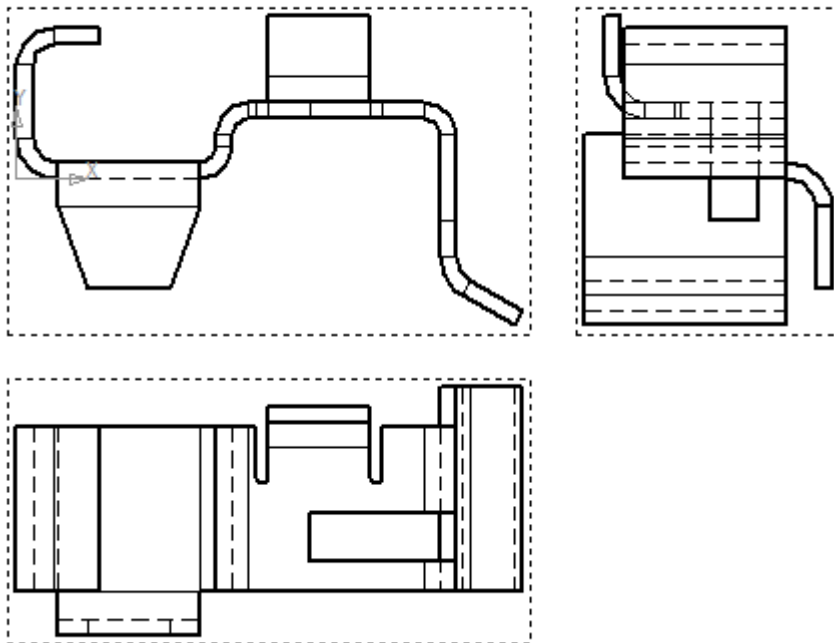

Рисунок 64.
5. Перед тем, как зафиксировать фантомы трех видов, на панели «*Линии*»- «*Невидимые линии*» и «*Линии переходов*» ставим «*Показывать*» (рисунок 64).